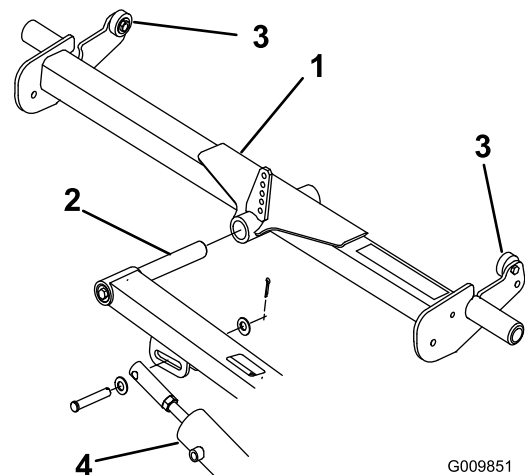

Bild 3
1. Schieben Sie den hinteren Trägerrahmen auf die Gelenkstange des hinteren Hubarms (Bild 3). Montieren Sie zu diesem Zeitpunkt den Trägerrahmen nicht am Mähwerk.
3. Drücken Sie ein Ende des Rahmens nach unten, bis der obere Anschlag an der gegenüberliegenden Seite die Unterseite des Fußtritts berührt (Bild 3).
- A. Nehmen Sie den Lastösenbolzen ab, mit dem das Stangenende des Hubzylinders am Hubarm befestigt ist (Bild 3).
- D. Ziehen Sie die Sechskantmutter fest, und verbinden Sie das Zylinderstangenende mit dem Hubarm (Bild 3).